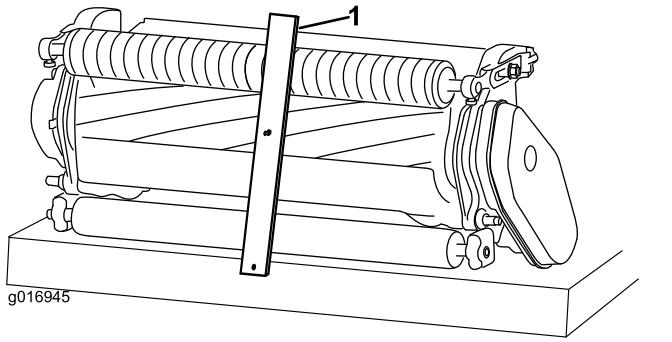

Bild 15
2. Haken Sie den Schraubekopf der Schnitthöhenlehre an der rechten Seite der Schnittkante des Untermessers ein und legen Sie das hintere Ende der Lehre auf die Rückseite der Rolle (Bild 15).